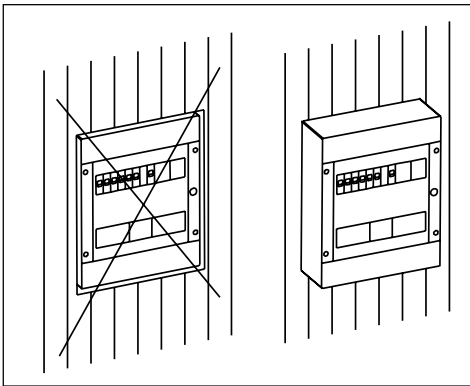

Рисунок 31. Установка блока мощности на стене
**ВНИМАНИЕ! Блок мощности нельзя утапливать в стенные конструкции.** (Рис. 31)